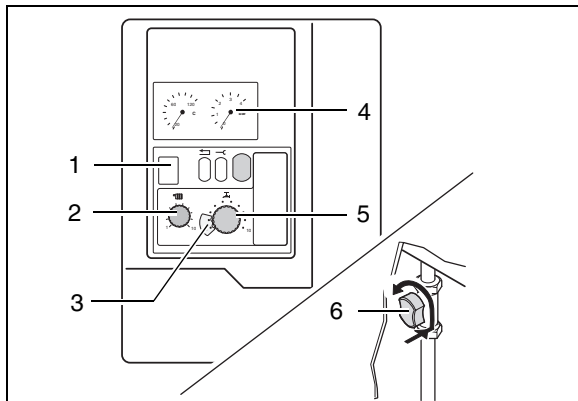

Abb. 1 Bedienfeld, Druckanzeige, Gasabsperrhahn, Temperaturanzeige
- Wasserdruck überprüfen (Abb. 1, Pos. 4). Bei einem Druck unter 1,0 bar Wasser auffüllen und Anlage entlüften. Max. Wasserdruck 1,5 bar. Optimaler Fülldruck 1,0 - 1,2 bar. Bei häufigem Wasserverlust durch eine Fachfirma Ursache ermitteln und beseitigen lassen.
- Vorlauftemperatur am Regler (Abb. 1, Pos. 2) mit Hilfe der Tab. 3 einstellen.
- Warmwassertemperatur für HG 13 W(G) mit externen Warmwasserspeicher am Regler (Abb. 1, Pos. 5) mit Hilfe der Tab. 2 einstellen.
- Warmwassertemperatur für Kombigeräte am Regler (Abb. 1, Pos. 5) mit Hilfe von Tab. 1 einstellen.
- Gasabsperrhahn öffnen: Eindrücken und nach links in senkrechte Position drehen (Abb. 1, Pos. 6).
- Netzschalter (Abb. 1, Pos. 1) auf Stellung "I" stellen. Gerät beginnt mit dem Startprogramm, nach ca. 30 Sek. zündet der Brenner.
Reglerstellung (Abb. 1, Pos. 5)	Auslauftemperatur [°C] bei 6 l/min